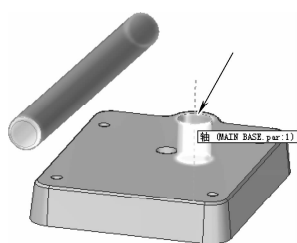

图 8-144 选取配合面
- (2) 系统自动识别轴体零件的配合为  【轴对齐】，在上方的【装配】命令条中选择  【解除锁定旋转】按钮，单击如图 8-144 所示的位置进行【轴对齐】装配，装配后如图 8-145 所示。